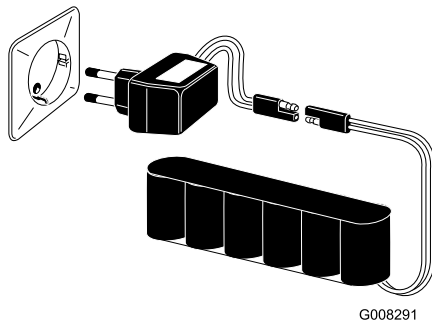

Bild 25
3. Schließen Sie das Ladegerät an die Batterie an (Bild 25).
4. Schließen Sie das Ladegerät an eine Steckdose an und laden Sie die Batterie für **24 Stunden** auf (Bild 25).